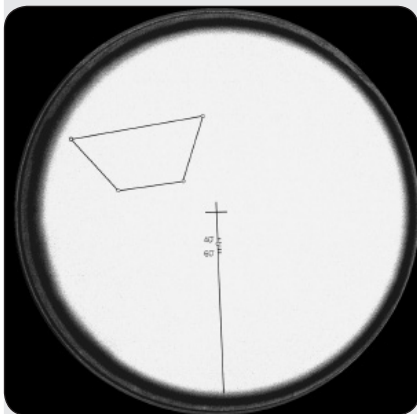

Abb. 5: Blick durch das Polsucherfernrohr. (Die vier Sterne zeigen eine Sterngruppe in der Nähe des Himmelssüdpols)
1. Blicken Sie durch das Polsucherfernrohr gegen eine helle Fläche (z. B. eine Hauswand oder den Himmel, aber keinesfalls auf die oder in die Nähe der Sonne!) und erkennen Sie das Trapez sowie die Linie mit dem kleinen Kreis und der Beschriftung (Abb. 5). Wenn Sie die Figuren nicht scharf erkennen können, drehen Sie ein wenig am Okular des Polsuchers, um zu fokussieren.